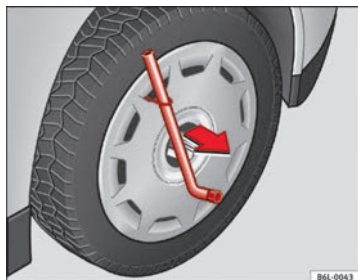

Abb. 119 Die Radvollblende vom Rad abnehmen
- Nehmen Sie die Radvollblende mit dem Drahtaken ab ⇒ Abb. 119.